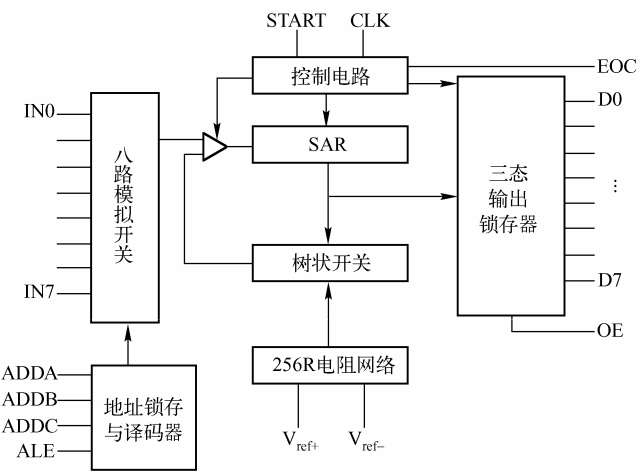

图 6.31 ADC 0809 内部结构框图
(1) 内部结构。ADC0809 由八路模拟开关、地址锁存与译码器、比较器、256R 电阻网络、树状开关、逐次逼近式寄存器 (SAR)、控制电路和三态输出锁存器等组成，如图 6.31 所示。